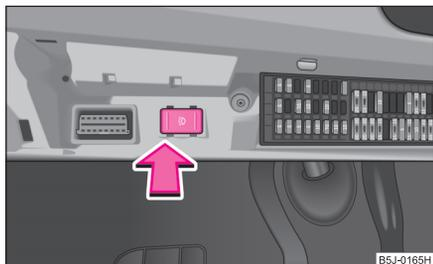

Fig. 32 Cajón de fusibles: Conmutador de la luz de marcha diurna
- Conectar el conmutador de la luz de marcha diurna ⇒ fig. 32.
- Desconectar el conmutador de la luz de marcha diurna ⇒ fig. 32.